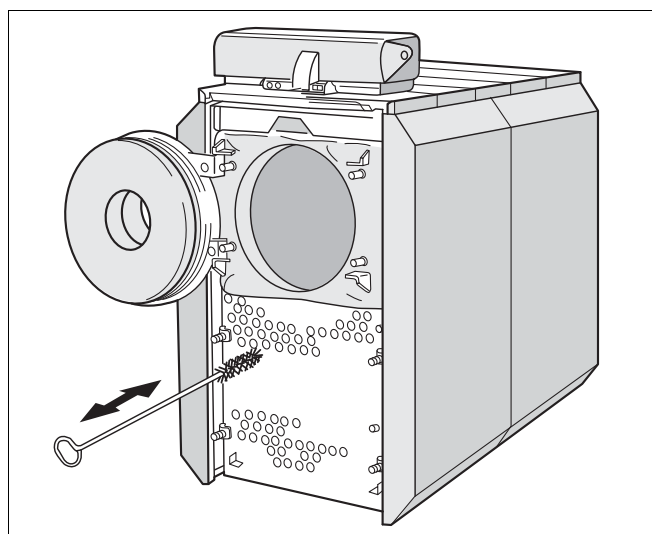

Рис. 30 Чистка щетками дополнительных поверхностей нагрева
Если вы не протаскили ершик щетки (рис. 30) через всю трубу, то обратно ее можно будет вытащить только с большим трудом.
- Прочистите щеткой трубы дополнительных поверхностей нагрева (рис. 30).